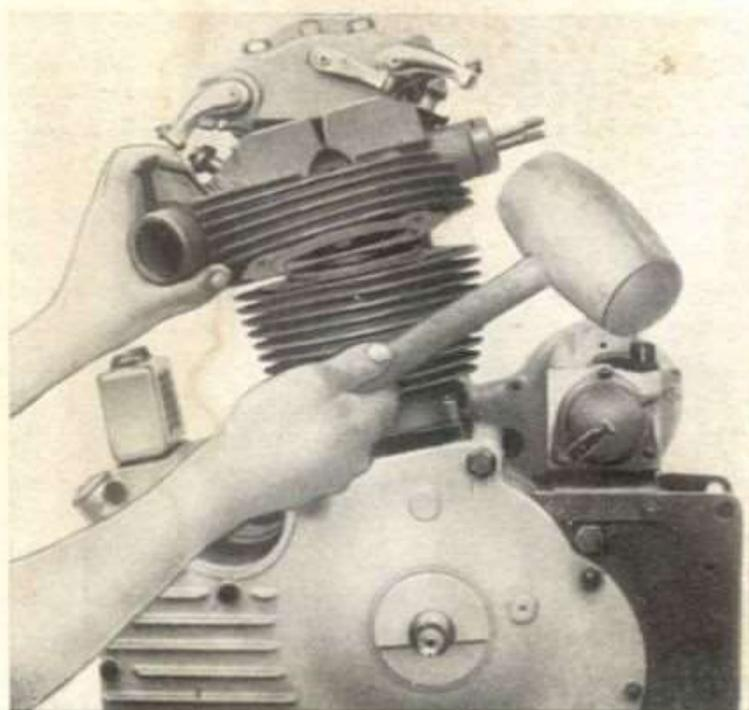

Fig. 8
- 9° Far girare con piccoli colpi (della mano o di martello di legno) (vedi fig. 8) la testa del cilindro nel senso inverso delle lancette dell'orologio sinchè i piattelli delle molle non si troveranno più sotto le viti dei bilancieri; a questo punto sollevare la testa del cilindro che sarà facile asportare.